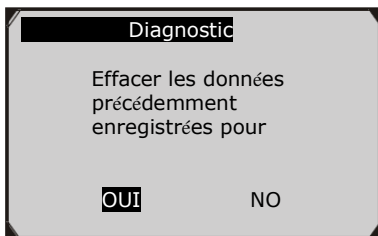

Figure 5.1
- 7) Vous serez invité à effacer les données précédemment enregistrées. (Figure 5.1)